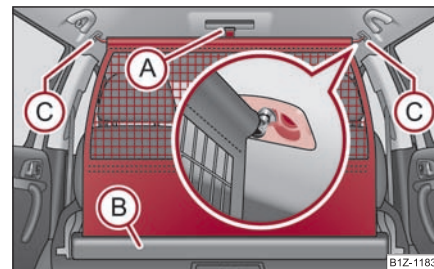

Fig. 106 Desfacerea peretelui despărțitor
- Trageți plasa de curelușă (A) din carcasa (B) ⇒ fig. 106.
- Introduceți bara transversală în locașul (C) pe o parte și apăsați bara în față.
- În același mod fixați bara pe partea cealaltă a autovehiculului, locașul (C).
- Trageți bara în spate din suporturile din plafon, mai întâi pe o parte, apoi pe partea cealaltă, și scoateți-o din suporturi (C) ⇒ fig. 106.
- **Susțineți** bara transversală astfel încât peretele să se poată rula încet și fără să se deterioreze, în carcasă (B).